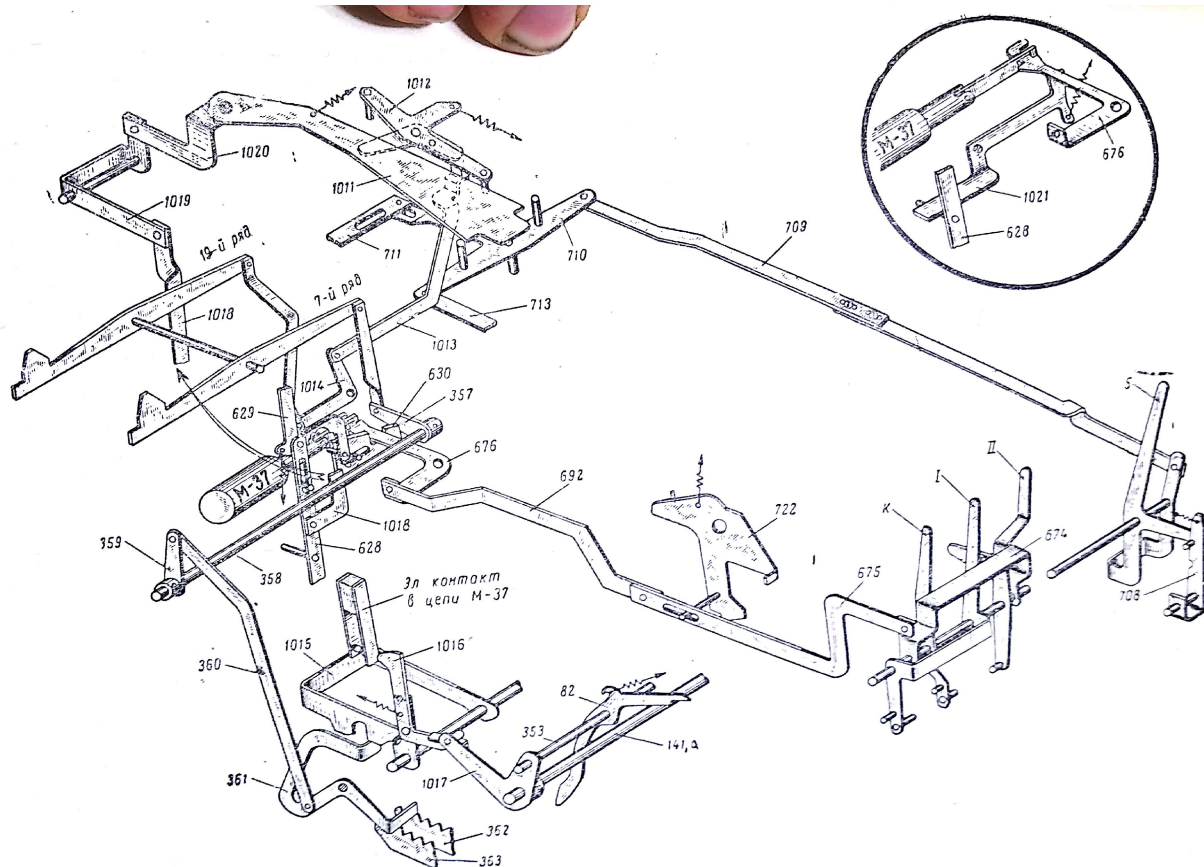

Рис. 72. Автоматическое переключение настроек.
**Переключение машины на вторую программу настройки от настройки** (рис. 72). Для этого на машинах последних выпусков используется 19-й ряд шины управления. При установке в этом ряду стопса № 4 происходит переключение с первой на вторую программу настройки, а при установке стопса № 3 — со второй на первую.
Во время рабочего хода машины четырехплечий рычаг 121 (см. рис. 66) через тягу 122, кронштейны 614 и 616, тягу 626 и угловой рычаг 627 опускает скрученную вертикальную тягу 628. Эта тяга через поводок 1018 (рис. 72), скобу 1019 и поводок 1020 перемещает вперед толкатель 1011, который, нажимая на правый штифт, поворачивает трехплечий рычаг 710. Этот рычаг выполняет следующую работу:
**Выключение настройки на пропуск граф и на возврат каретки от настройки** (см. рис. 72). В последних выпусках машин предусмотрено выключение настройки на пропуск граф и на возврат каретки от настройки. Для этого на шине управления устанавливается стопс № 4 в 7-м ряду.
В первой половине рабочего хода четырехплечий рычаг 121 через систему деталей опускает вертикальную тягу 628 (см. рис. 66), которая штифтом освобождает запорную собачку 1021 (рис. 72, а). Собачка под действием пружины поворачивается до упора выступом в угловой рычаг 676.